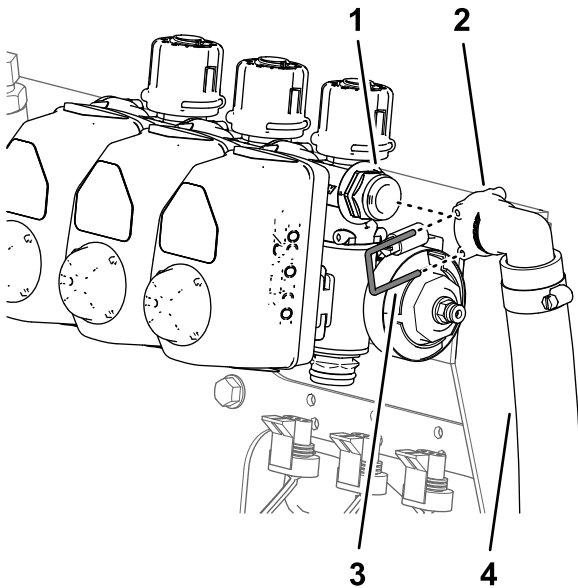

Figure 61
- **Machines sans kit applicateur manuel ou kit dévidoir électrique en option :** retirez la petite fixation qui maintient le raccord rapide du flexible de dérivation sur le raccord rapide de la soupape de dérivation de section droite (Figure 61).